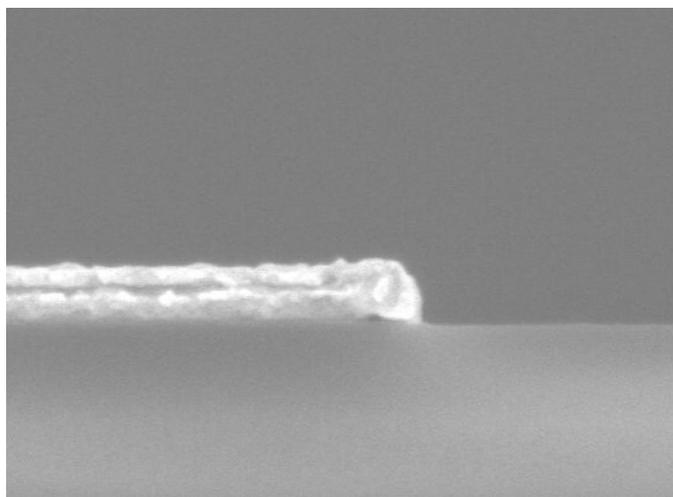

Fig.1 SEM image of Au pattern after LOR removal.
- (1) Au の蒸着レートを $1 \text{ \AA}/\text{sec} \sim 2.5 \text{ \AA}/\text{sec}$ まで振ってみたが、成膜の仕方や膜種に変化は見えなかった。
- (2) レジストリフトオフは、アセトン中で超音波洗浄を行った方が Au が綺麗にリフトオフできた。
- (3) スマートウォーターバスを使用して LOR を剥離する際には、Remover PG を使用するが、アセトンで 2
- (4) SEM 断面観察を実施したところ、Fig.1 に示すように所望のパターンが形成出来ていた。